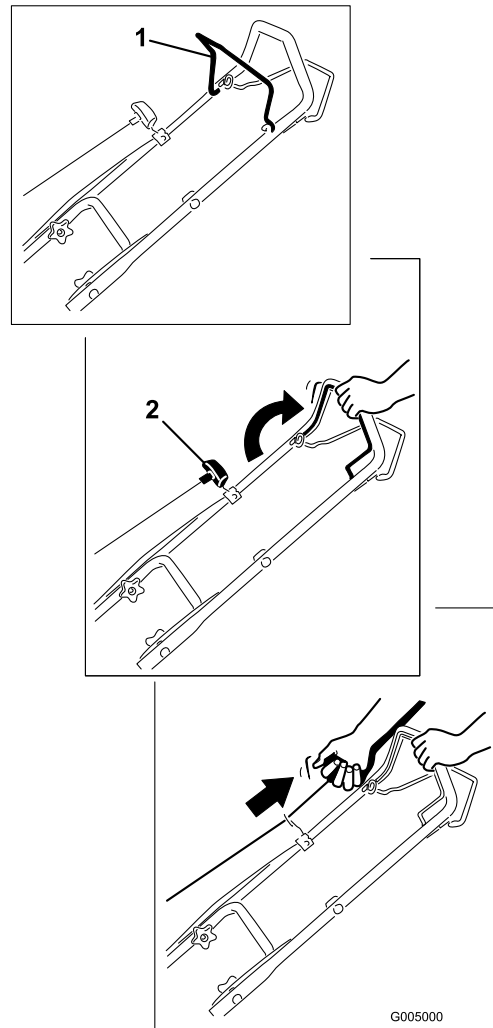

Figura 13
2. Sujete la barra de control de la cuchilla contra el manillar y tire del arracandor de retroceso (Figura 13).